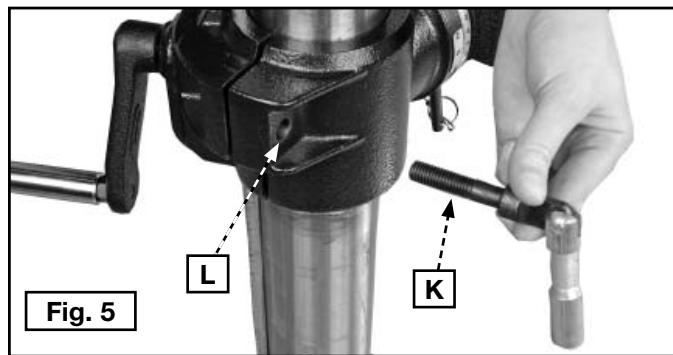

Fig. 5
2. Rattachez la poignée (H) pour éléver ou abaisser le plateau, fig. 5, à l'arbre de roue à vis sans fin (I). Vissez la vis de pression (J) contre la partie plane de l'arbre avec la clé hexagonale de 3 mm fournie à cet effet.
3. Vissez le levier de verrouillage de plateau (K), fig. 5, dans le trou (L) à l'arrière du dispositif de fixation du plateau et serrez-le soigneusement.